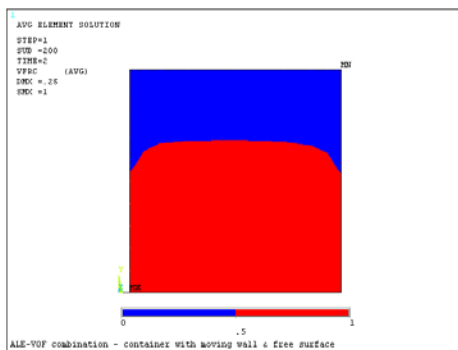

图 9-83 流体液面形状
① 读入计算结果：依次选择 Main Menu→General PostProc→Read Results→Last Set，读取最后一次迭代的计算结果。
② 依次选择 Main Menu→General Postproc→Plot Results→Contour Plot→Volume Fraction，ANSYS 窗口将显示如图 9-83 所示的液面的变化。